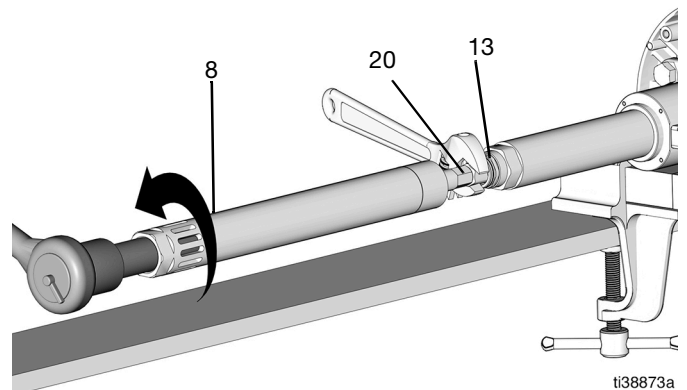

Рис. 9
11. Используя торцевой ключ на 3/4 дюйма, ослабьте и открутите шток всасывающего ковша (20), оставив шток всасывающего ковша внутри впускного цилиндра насоса (8), (Рис. 9) и отложите его в сторону.